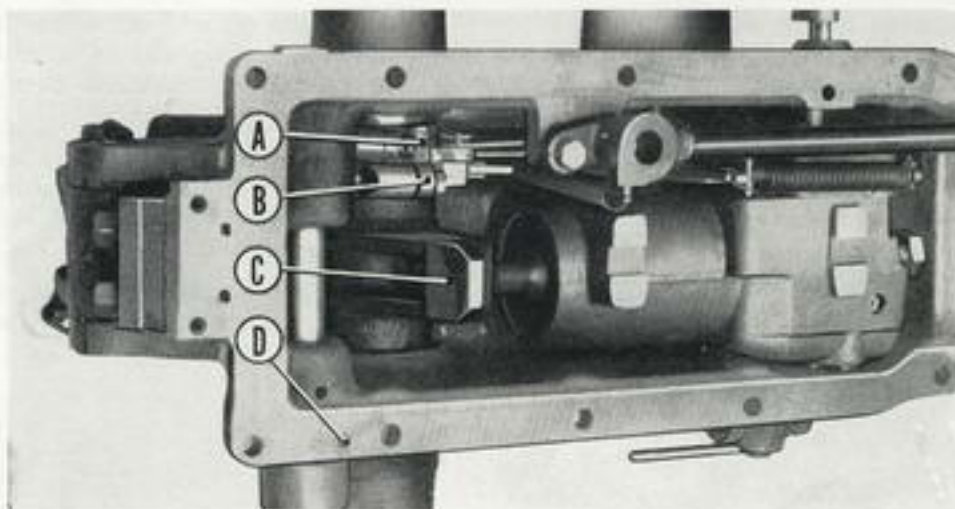

Fig. 30
- 2) Desserrer les cames de contrôle de position et de remise au point mort (A et B, fig. 30) et chasser l'arbre.
- 5) Chasser la goupille striée (D) retenant le verrou de blocage sur le carter puis retirer le verrou et récupérer la bille et son ressort de poussée.